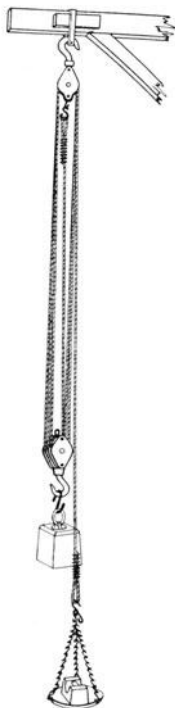

Fig. 67.
b) Öle die Kloben, zieh das Seil ein, hänge den Flaschenzug an einem Deckenhaken oder einem Galgen auf und prüfe, ob er ganz sicher hängt und gut arbeitet. Befestige am Seilende die Wagschale und an der untern Flasche ein 5 kg\*-Stück und lege so viele Gewichte auf die Schale, daß die Last in jeder Stellung in Ruhe bleibt. Ziehe das Seil so, daß die Schale tiefer als die Last und  $\sim 1$  m über dem Fußboden hängt (Fig. 67).